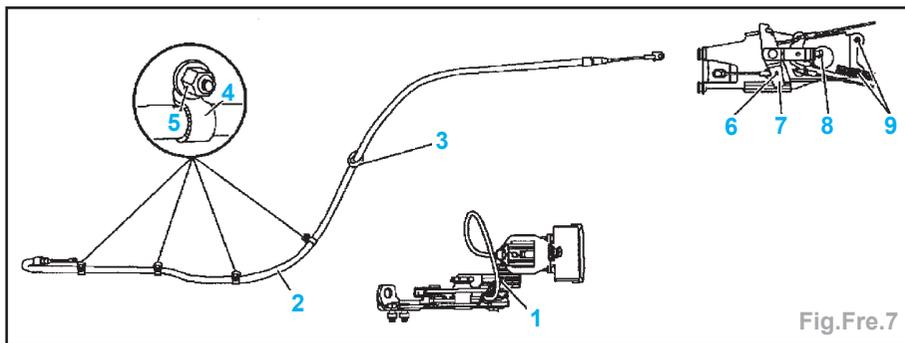

Fig.Fre.7
- Desserrer le câble avant de frein (2) au moyen de la vis de réglage (8) (Fig.Fre.7).